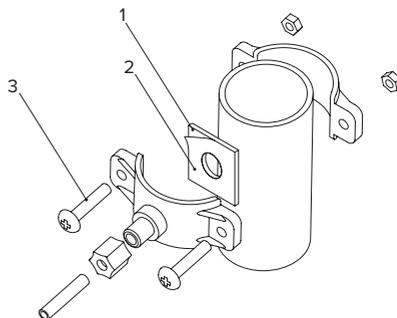

Рис. 5. Установка дренажного хомута
- Снимите с прокладки (1) защитную пленку (2). Приклейте уплотнительную прокладку с внутренней стороны хомута, так чтобы отверстие в прокладке совпало с отверстием в штуцере хомута (рис. 5).